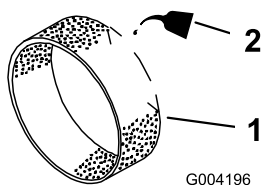

Figure 42
- Imbibez le préfiltre de 3 à 6 cl d'huile (Figure 42).